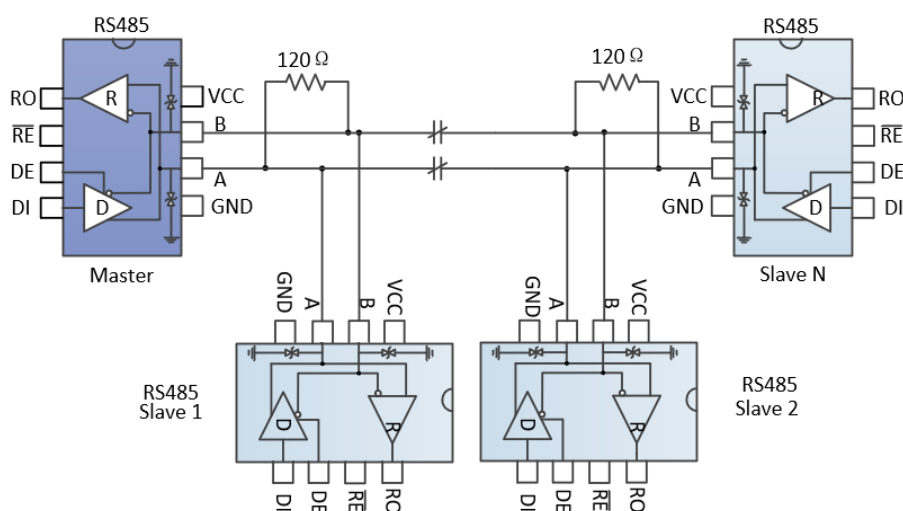

图 9 总线式 RS485 半双工通讯网络
4.1 总线式组网：SP3072EEN-L/TR RS485 收发器设计用于多点总线传输线上的双向数据通信。图 9 显示了典型网络应用电路。这些器件也能用作电缆长于 4000 英尺的线性转发器，为减小反射，应当在传输线两端以其特性阻抗进行终端匹配，主干线以外的分支连线长度应尽可能短。